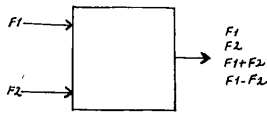

Fig. 12.2.3. — Changeur de fréquence.
12.2.3. — FONCTION DE TRANSFERT (fig. 12.2.3)